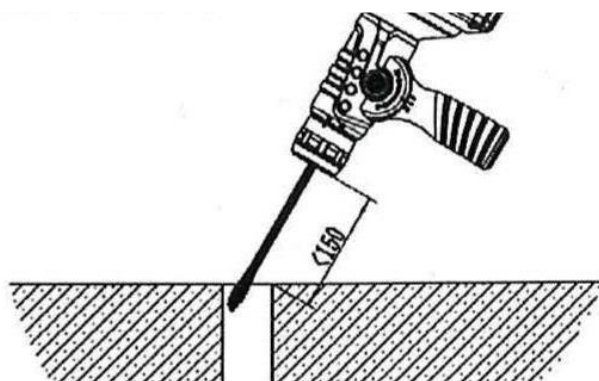

Рисунок 7
1. Расположите головку инструмента на расстоянии менее 150 мм от отверстия трубы. Если расстояние слишком велико, это может привести к перекручиванию вала и образованию узлов; не располагайте головку инструмента слишком близко к трубе – при этом неудобно следить за состоянием гибкого вала (рис. 7);